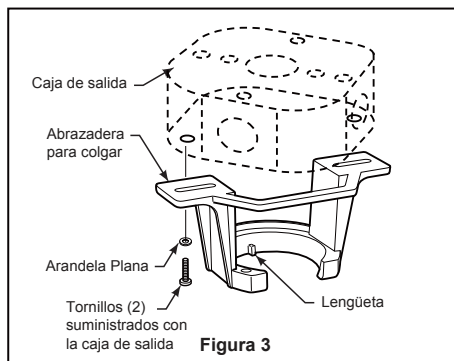

Figura 3
- ☐ 3. Introduzca los cables de color negro, azul y blanco a través de la varilla. (Figura 3)
1. Fije bien la abrazadera para colgar a la caja de salida (no se incluye) con los tornillos y las arandelas provistas con la caja de salida. (Figura 3)